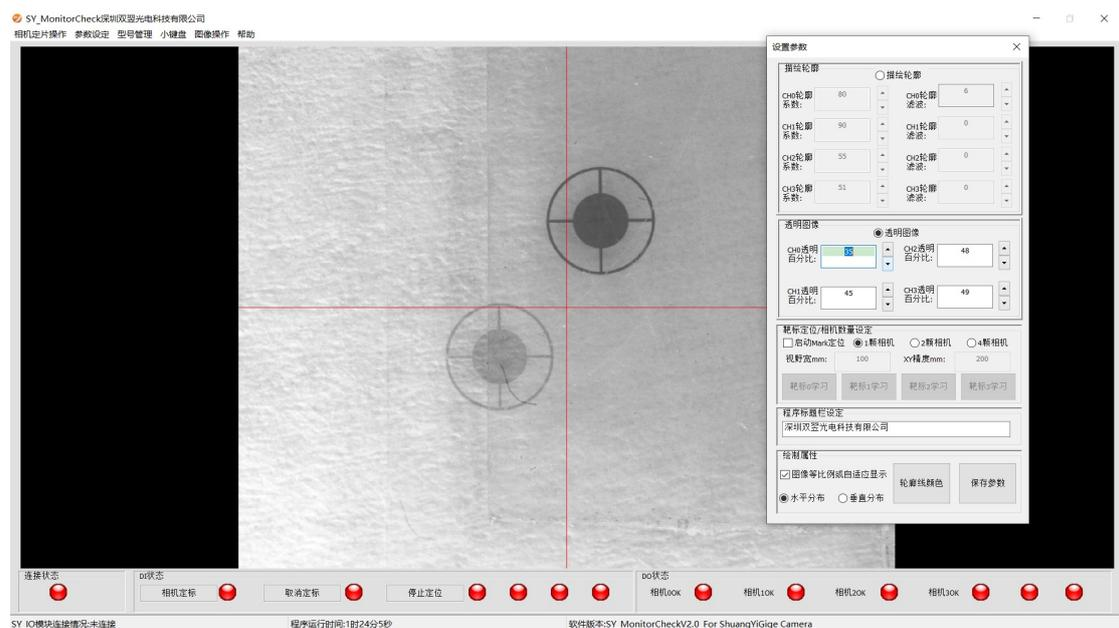

图 9
②透明图像(右侧)：软件根据设定参数进行图像特征透明化处理，“透明百分比”越大，实际产品特征透明度越高反之越低。如图 9 所示